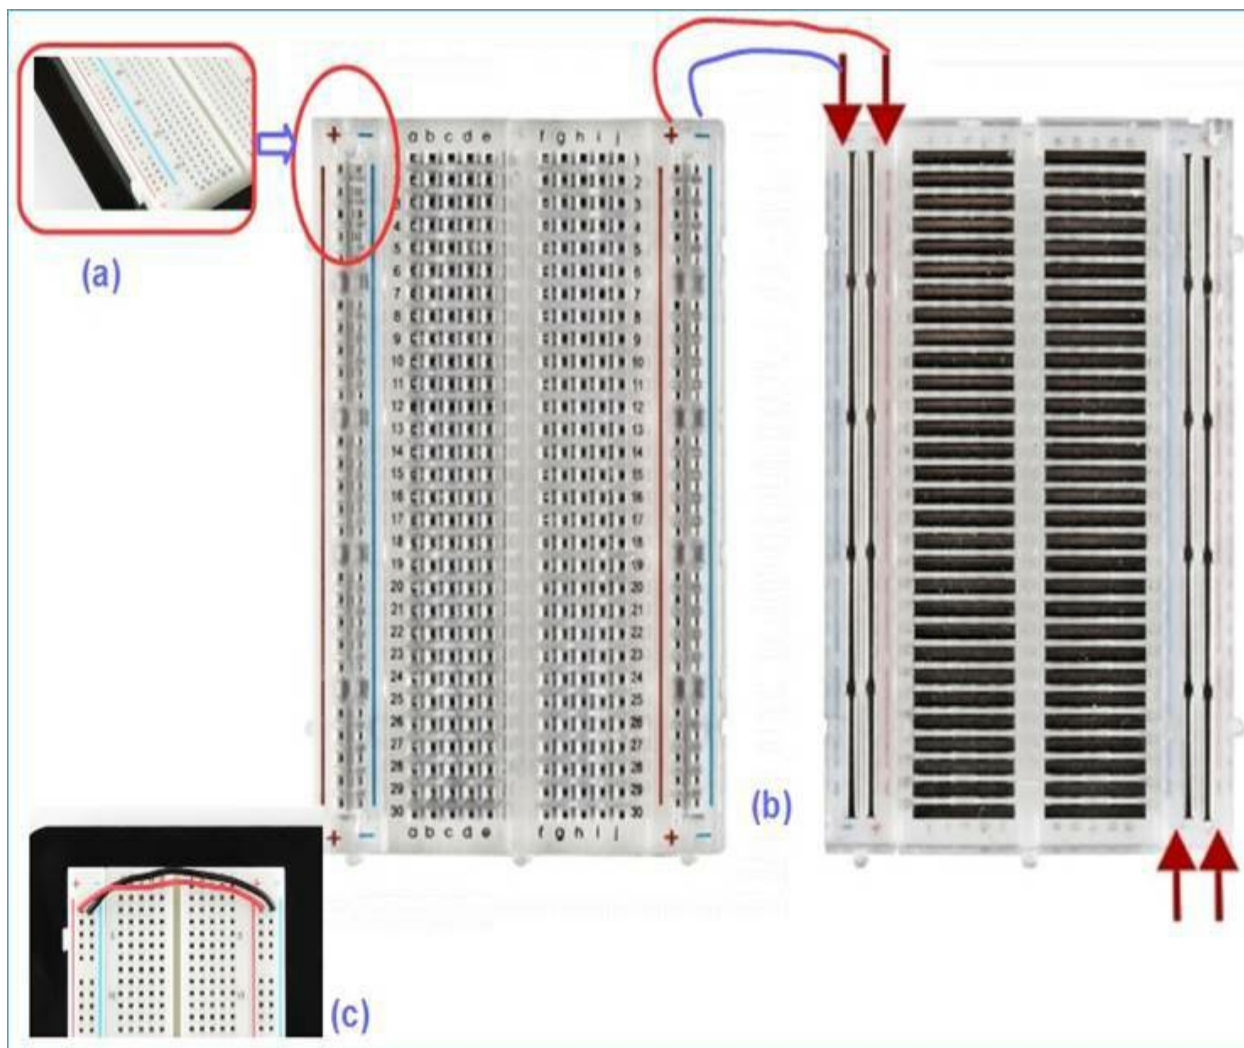

Figura 49 - Trilhas de alimentação (positiva e negativa) da Protoboard.
Na **figura 49**, você pode ver uma Protoboard maior, que já tem as **trilhas de alimentação**, para colocarmos o positivo e o negativo de uma bateria ou fonte de alimentação.
Em relação a **figura 49**, note:
▶ Na **figura 49**, estude como são montadas as filas de contatos, nos encaixes plásticos da Protoboard. Em **(b)** é mostrada uma Protoboard sem o adesivo que vai no fundo da mesma, para proteção e colagem em um determinado local. Em (c) podemos ver como as trilhas de alimentação, no topo e no pé da Protoboard podem ser interconectadas para fornecer vários pontos de alimentação ao circuito sendo montado. O traço colorido na cor **vermelha** é usado para o positivo (+) da fonte de alimentação ou bateria e o traço **azul** é usado para o negativo (-).